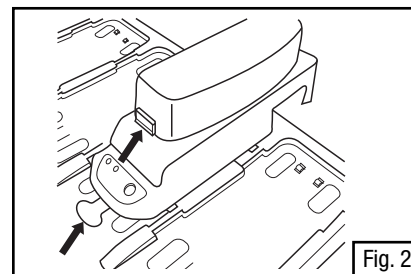

Fig. 2
5. Retrait du bloc-piles (Fig. 2)